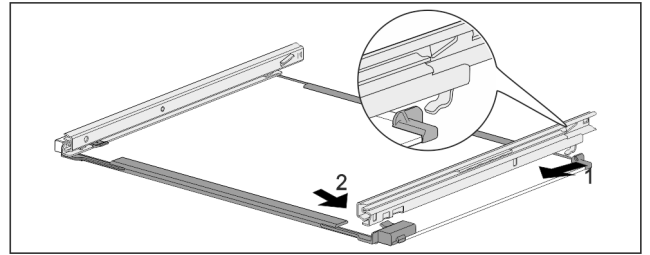

Fig. 228 带轨道的玻璃隔板
- ▶ 轨道后部钩入。 Fig. 228 (1)
- ▶ 轨道前部卡紧。 Fig. 228 (2)